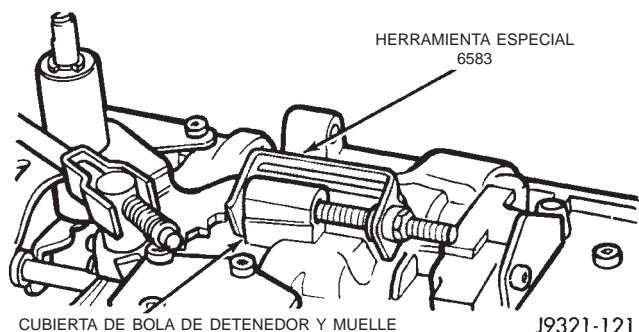

Fig. 68 Sujeción de bola de detenedor y muelle con la herramienta para retenes
(40) Inserte la bola y el muelle del detenedor en la abertura del cuerpo de válvulas e instale la herramienta para retenes 6583 (Fig. 68).